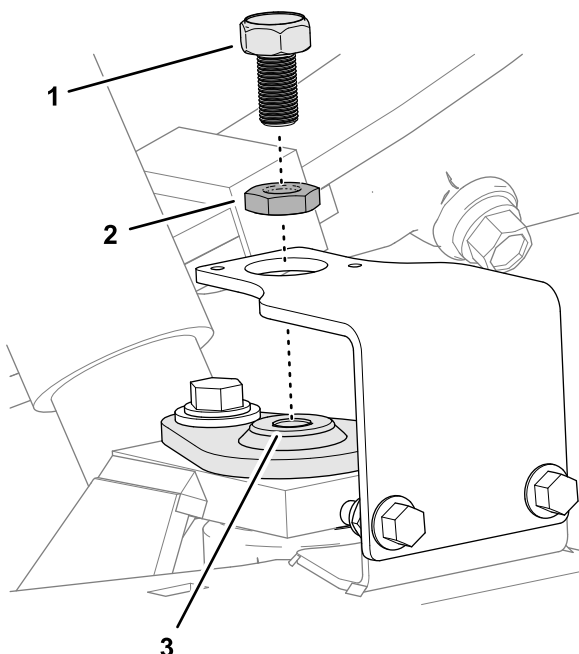

Figura 9
1. Enrosque la tuerca de bloqueo a fondo en el objetivo magnético (**Figura 9**).
2. Enrosque el objetivo magnético en la parte superior del pivote de dirección (**Figura 9**).